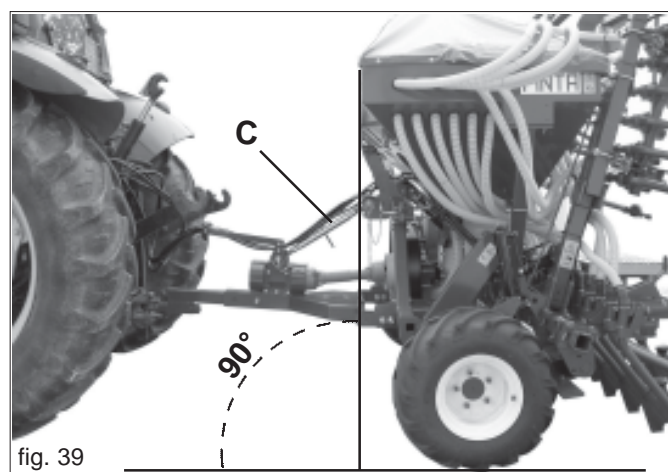

fig. 39
- 1) Aplique el equipo al gancho de arrastre del tractor. Asegure el perno de enganche mediante la clavija de seguridad. Utilizando el tirante de regulación (C Fig. 39), coloque la sembradora en posición perpendicular respecto al terreno (Fig. 39).